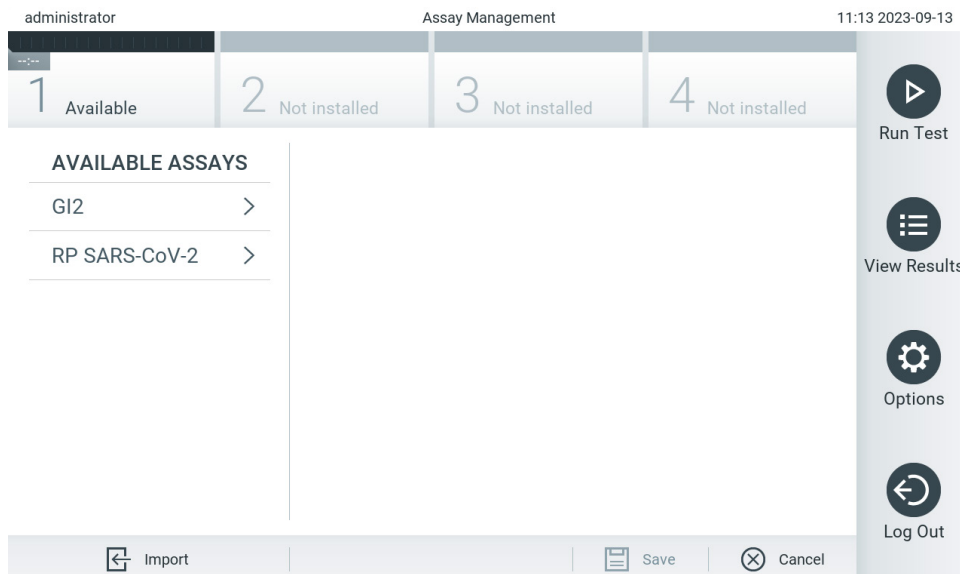

Figura 58. Ecranul Assay management (Gestionarea testelor).
2. Pentru importul testelor noi în QIAstat-Dx Analyzer 2.0, apăsați butonul **Options** (Opțiuni), apoi butonul **Assay Management** (Gestionarea testelor). Ecranul **Assay Management** (Gestionarea testelor) apare în zona de conținut a afișajului (Figura 58).